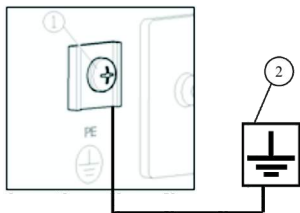

рис.10
Перед запуском генератора заземлите его для предотвращения поражения электрическим током. Для этого, с помощью электрокабеля сечением не менее 2,5 мм², соедините клемму заземления (1) на панели генератора с внешним источником заземления (2) (рис.10).